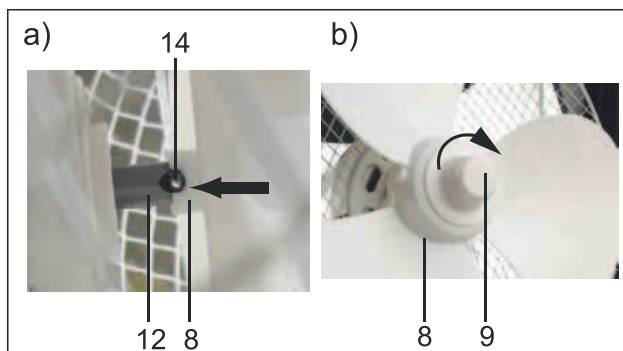

Fig.3: Montage Rotor
6. Schieben Sie jetzt den Rotor (8) auf die Motorachse (12). Die kleine Querachse (14) am Ende der Motorachse, muss dabei in der Aussparung des Rotoraufsatzes liegen. Siehe Abb. 3, a).
7. Stecken Sie die Schraubenmutter (9) auf den Rotor (8).
8. Drehen Sie diese im Uhrzeigersinn fest. Siehe Abb. 3, b).